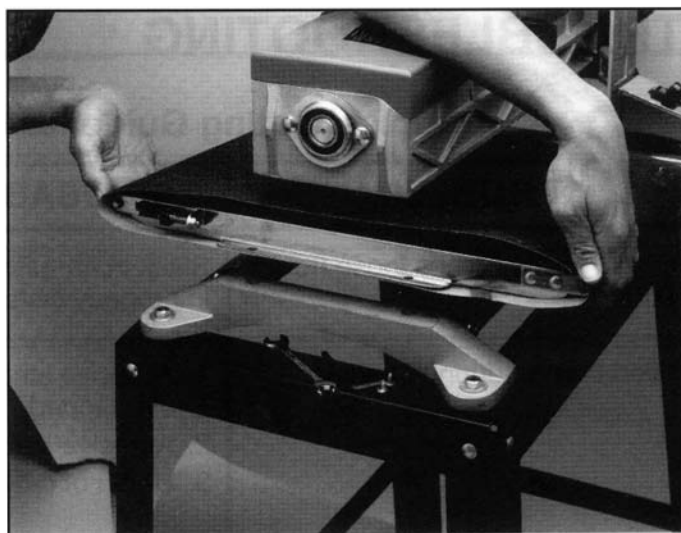

Figure 21
3. A l'aide d'un tournevis de type phillips, retirez les 2 vis et les rondelles étoilées qui maintiennent le carter avant de protection contre les pincements du boîtier de contrôle de vitesse. Puis retirez le carter avant de protection contre les pincements en le faisant glisser vers la gauche et en le détachant du roulement de l'entraînement extérieur (voir figure 21).
6. Retirez l'ancienne bande d'alimentation du convoyeur en en attrapant les deux extrémités, comme cela est représenté dans la figure 21. Relevez légèrement la table du convoyeur tout en faisant glisser la bande d'alimentation du convoyeur. Si la bande refuse de bouger, réduisez encore la tension et vérifiez que la table est suffisamment relevée pour permettre à la bande d'alimentation de glisser.